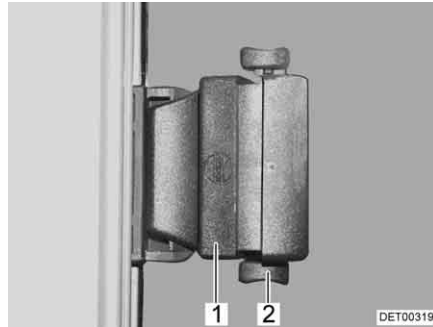

Fig. 102 Finestra scorrevole con bloccaggio a pressione
- Sganciare il bloccaggio (Fig. 102,2).
- Premere la maniglia (Fig. 102,1) e spingerla contemporaneamente in avanti o indietro.